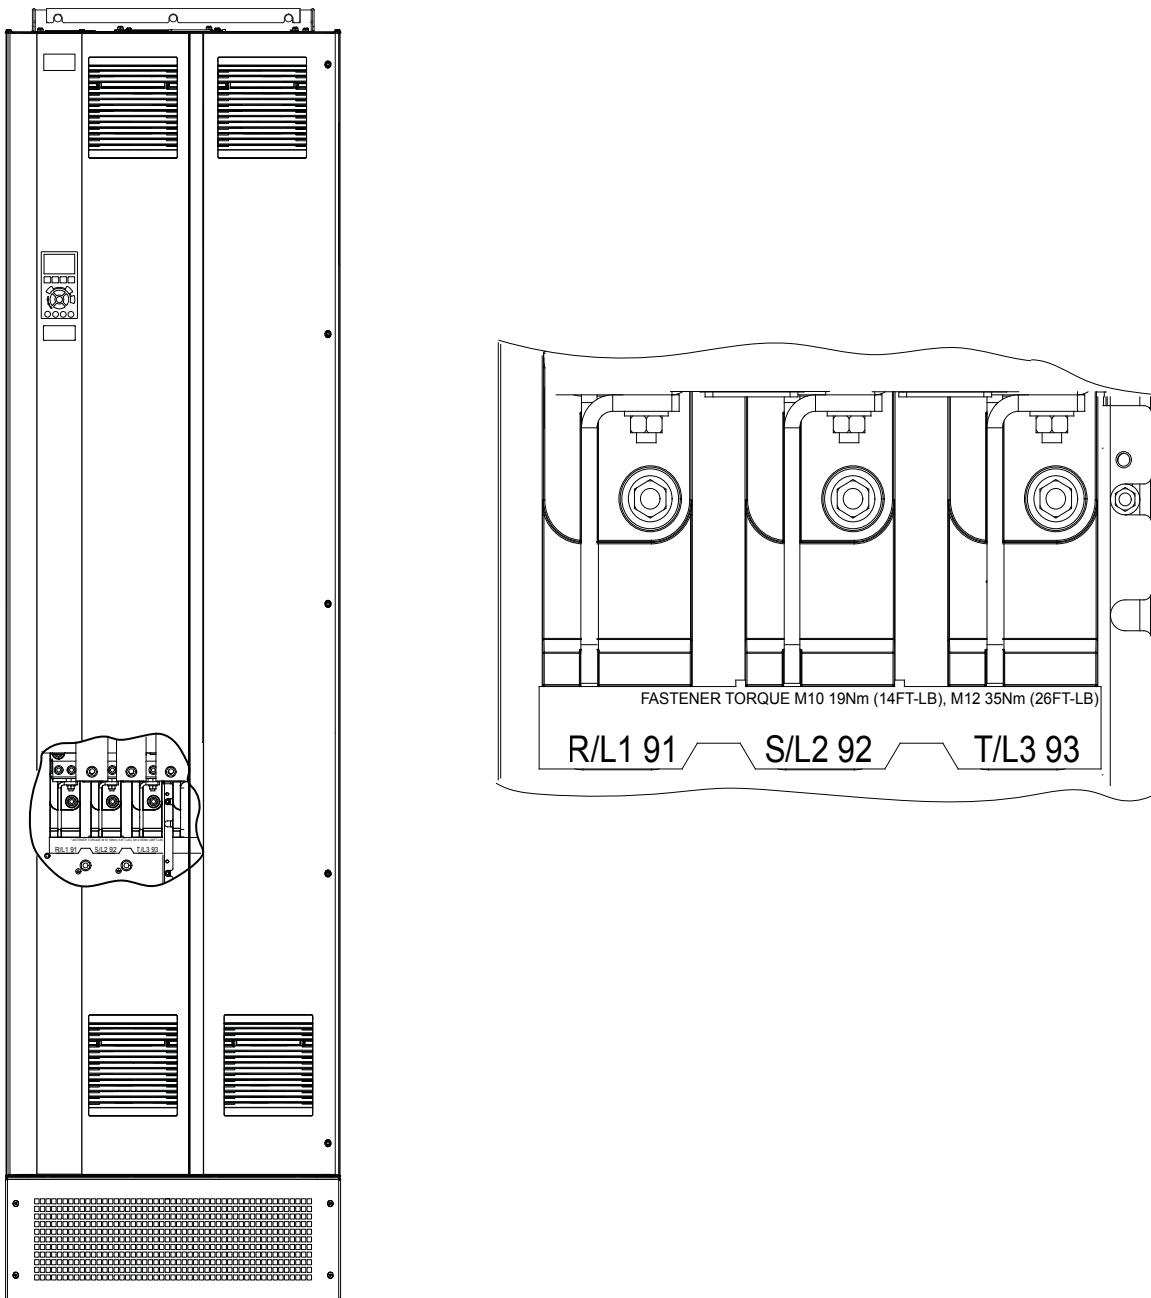

Bild 5.4 Plintar för växelströmsnät (E1h visas). En detaljerad vy över plintarna finns i kapitel 5.7 Plintmått.
4. Anslut växelströmsledningarna (trefas) till plint R, S och T (se *Bild 5.4*).